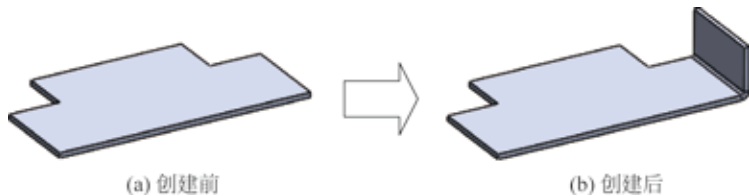

图 5.8 边线法兰
下面以创建图 5.8 所示的钣金为例，介绍创建边线法兰的一般操作过程。
-  文本框：用于设置边线法兰的附着边。可以是单条边线，如图 5.8 (b) 所示，可以是多条边线，如图 5.11 所示，也可以是曲线边线，如图 5.12 所示。